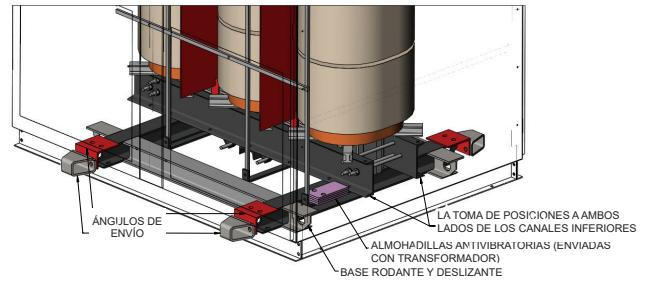

FIGURA 9
- (1) No levante o mueva un transformador sin contar con el equipo adecuado y personal experimentado. Las disposiciones de elevación se proporcionan solo en el interior del gabinete en el núcleo/bobina. Utilice siempre las disposiciones de elevación proporcionadas por el fabricante. NO TOME DEL GABINETE PARA LEVANTAR EL TRANSFORMADOR. Se recomienda rodar y deslizar en los transformadores con una base deslizante pre ordenada. (Ver la figura 9)
- (2) No descargue el transformador hasta que se haya finalizado una inspección completa.
- (3) Utilice únicamente terminales para las conexiones eléctricas. Se recomiendan conectores flexibles para las conexiones de bus. Los terminales del transformador no están diseñados para soportar el peso del cable de línea o de carga. Se pueden añadir soportes Unistrut en el campo siempre que se mantenga el espacio libre adecuado.
- (4) Cubra el núcleo y la bobina con una lona de protección adecuada si debe realizarse alguna perforación, trituración o trabajo de pintura en el equipo.
- (5) Las conexiones deben hacerse solo de acuerdo con el diagrama de la placa de identificación o los dibujos de conexión.
- (6) Asegúrese de que toda la energía (incluyendo el control de retroalimentación, el neutro compartido y la carga del condensador) esté desconectada y todos los bobinados estén conectados a tierra antes de intentar cualquier trabajo en el transformador o dentro de la caja de control.
- (7) Asegúrese de que todas las conexiones a tierra, los terminales de línea y las conexiones de toma seleccionadas estén completos y ajustados antes de energizar el transformador.
- (8) No intente cambiar las conexiones o tomas primarias o secundarias mientras el transformador está energizado.
- (9) No manipule los paneles de control, alarmas, bloqueos internos o circuitos de control.
- (10) No ajuste o retire ningún accesorio o panel de cubierta mientras el transformador está energizado.
- (11) Ningún cable de suministro (incluidos los cables blindados) debe entrar en contacto con el núcleo o la bobina o cualquier otra parte con corriente, excepto el terminal para el que está destinado. Asegúrese de que se mantengan las distancias mínimas. (consulte la sección Pruebas de campo)